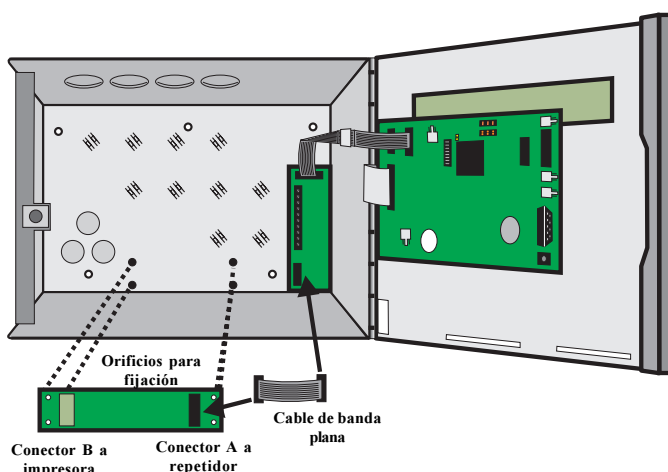

Figura 6 -Instalación de tarjeta RS-232
- Conecte el cable de banda plana suministrado con la tarjeta al conector A (Vea Figura 6) y al terminal apropiado del repetidor (Vea el conexionado eléctrico para más detalles).
- Conecte la impresora mediante un cable apantallado adecuado al conector B (Vea figura 6).